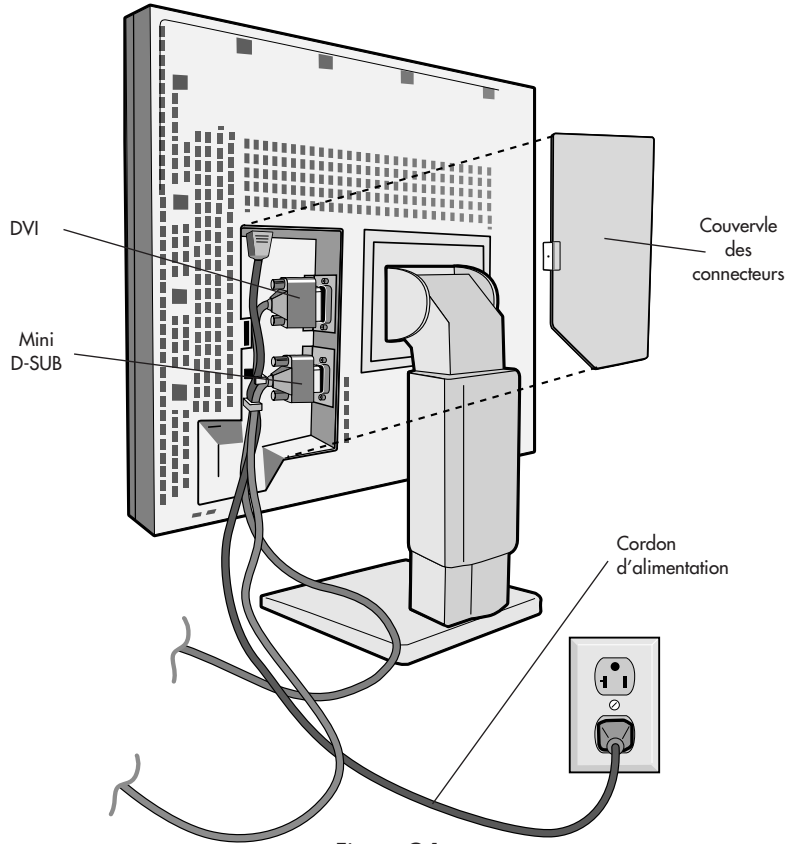

Figure C.1
3. Retirez le cache-connecteur. Connectez le câble de signal DV sur le connecteur situé à l'arrière du moniteur. Connectez le câble de signal mini D-SUB à 15 broches (non fourni) au connecteur situé à l'arrière du moniteur. Placez le câble du signal vidéo. (**Figure C.1**)
4. Connecter une extrémité du câble d'alimentation électrique sur l'arrivée CA située à l'arrière du moniteur et l'autre extrémité sur la prise de courant. (**Figure C.1**).